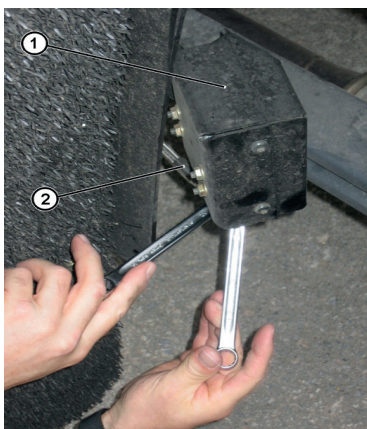

Fig. 3: Ligação do tubo de pressão de teste_1
1. Soltar a ligação do tubo de dosagem (Fig. 3, Pos. 2) específico do veículo no módulo de dosagem (Fig. 3, Pos. 1).